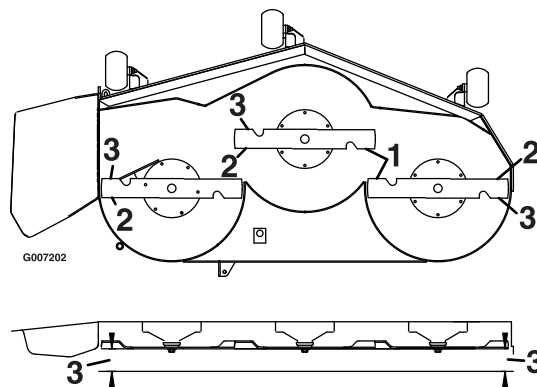

Figura 62
4. Mida entre los bordes de corte exteriores y la superficie plana (Figura 62). Si hay una diferencia de más de 5 mm (3/16 pulg.) entre ambas dimensiones, se requiere un ajuste; vaya al procedimiento Nivelación.